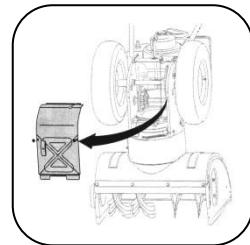

Figure 21
- Tourner avec précaution la souffleuse à neige vers le haut et vers l'avant pour qu'elle repose sur le boîtier de la charrue. Retirez le couvercle du cadre du dessous de la souffleuse à neige, en retirant les quatre vis auto-taraudeuses qui le fixent. Reportez-vous à la Figure 21.